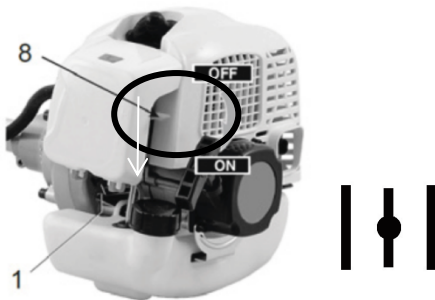

Fig.16
5) Gire la palanca del estrangulador a la posición de marcha cuando arranque el motor.(Fig.16)